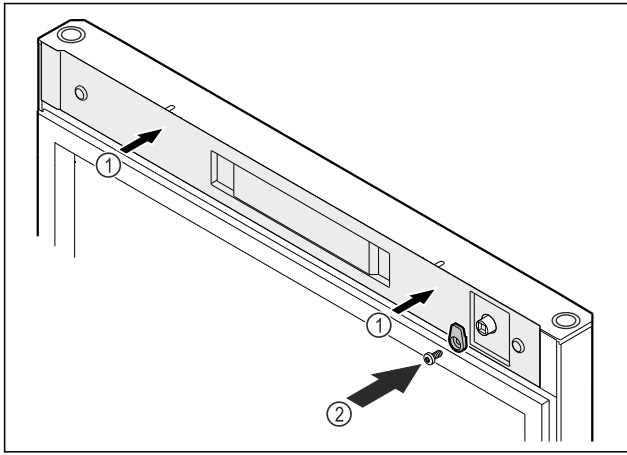

Fig. 55
- ▶ Τοποθετήστε το κάλυμμα Fig. 55 (1).
- ▶ Βιδώστε το άγκιστρο κλεισίματος Fig. 55 (2).